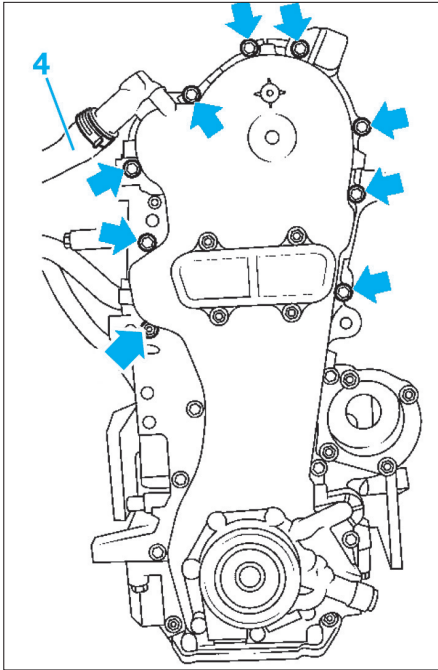

Fig. 6
- Mettre de côté le faisceau appartenant au carter de distribution ainsi que la durit (4) (Fig.6).
- Déposer les vis et l'écrou supérieurs (flèches) du carter de distribution puis déposer ce dernier (Fig.6).